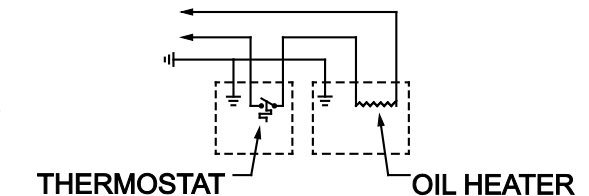

图 7. 机油加热器和恒温器接线系统。
**说明：** 恒温器必须与加热器串联连接，以调节温度。根据以下步骤将恒温器与加热器串联。见图 7。